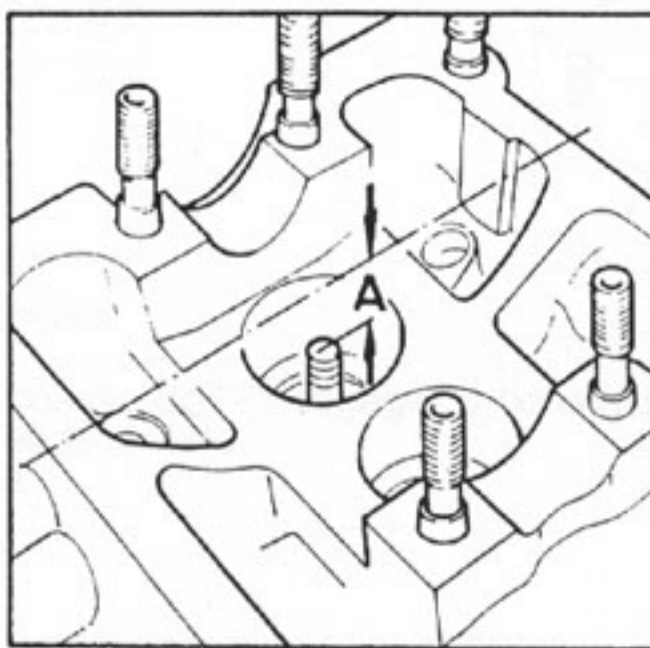

Fig.65 - Verificação da medida "A"
**Medida: A** - Distância medida entre a extremidade da haste da válvula e a parte superior do cabeçote (fig.65).